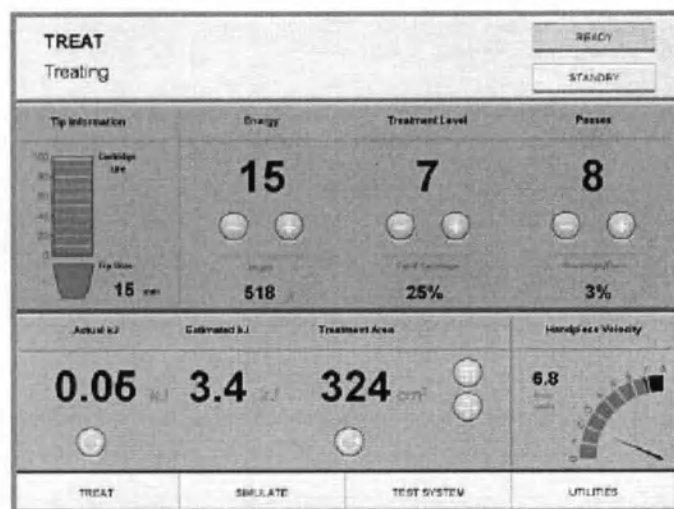

Рисунок 39. Фактическая энергия в кДж накапливается по мере проведения терапии
11. Для индикации того, что лазер излучает энергию, и производится обработка, на экран выводится сообщение **Treating** (Идет обработка). Подаваемая **Actual kJ** (Фактическая энергия в кДж) будет суммироваться в режиме реального времени и отображаться в поле **Actual kJ** по мере прохождения пациентом обработки (Рисунок 39).